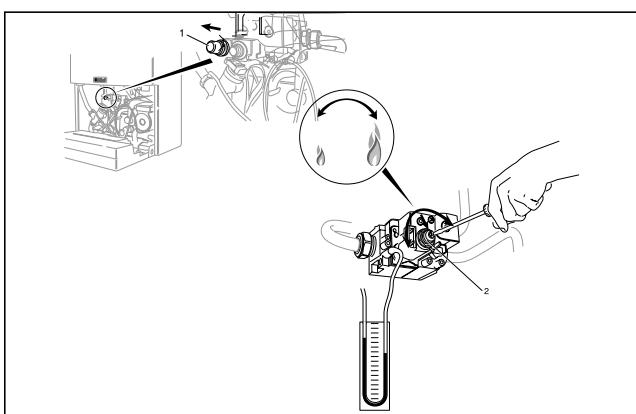

图 9.4 点火流量的设置
## 9.5 调节燃气点火流量(参见图 9.4)
- 用一字螺丝刀调节螺母内的螺丝（见图 9.4）。通过调节内螺丝可以改变点火流量（见第28页表9.3 内相对于不同燃气量的燃烧器压力数值）：